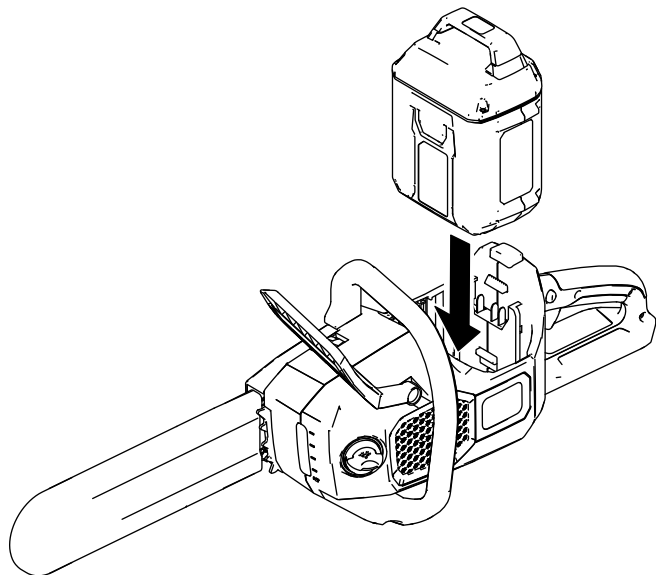

Figure 24
2. Alignez la languette de la batterie sur le logement dans la tronçonneuse (Figure 24).